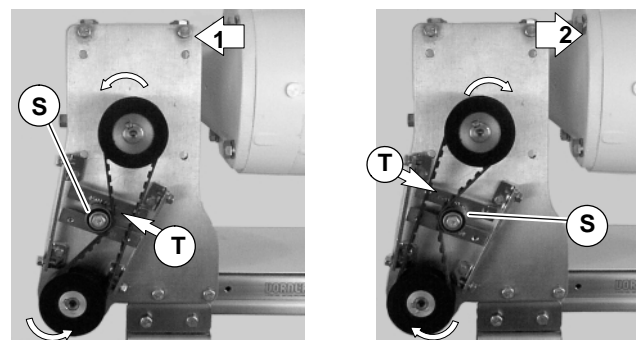

Abbildung 32
10. Je nach Laufrichtung des Fördergurtes (1 oder 2 der Abbildung 32) Lage der Zahnriemen-Spannvorrichtung (S) wie gezeigt positionieren. Zahnriemen spannen, bis eine Durchbiegung von 3 mm bei einer Kraft von 4,3 N am mittleren Punkt (T) des Zahnriemens erreicht ist. Die Spannvorrichtung mit 51 Nm festziehen.